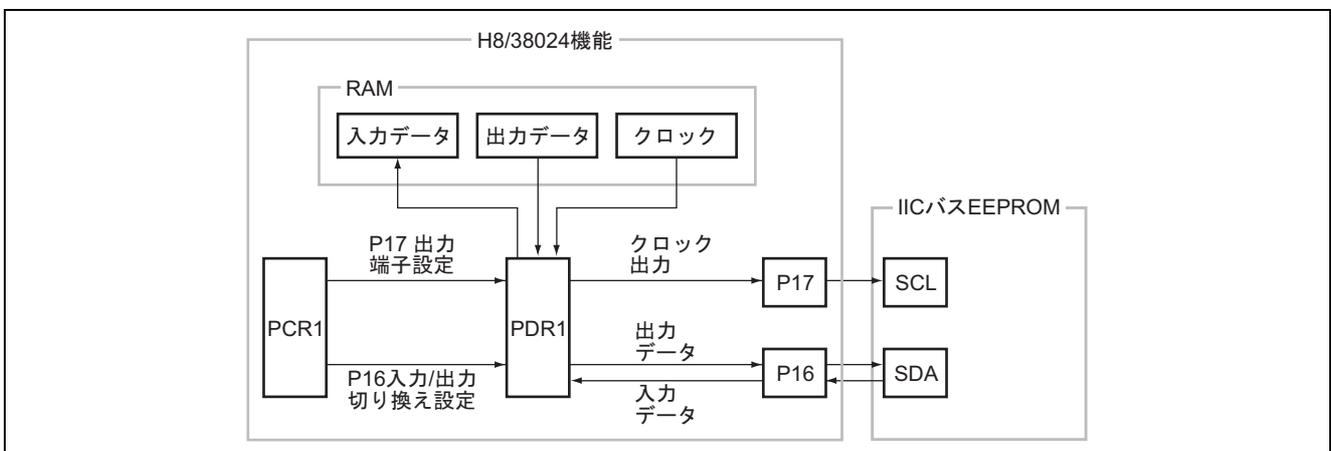

図5 IIC バス EEPROM との接続のブロック図
(2) 図5に示すようなブロック図により、H8/38024 と IIC バス EEPROM を接続します。以下に H8/38024 の機能について説明します。